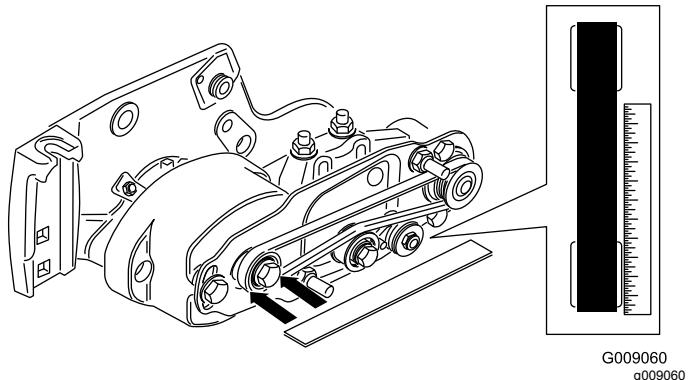

Bild 33
- Legen Sie eine Abziehlatte entlang Außenseite der **Antriebsscheibe** (**Bild 33**). Legen Sie die Abziehlatte **nicht** über den Antrieb und die Antriebsriemenscheiben.